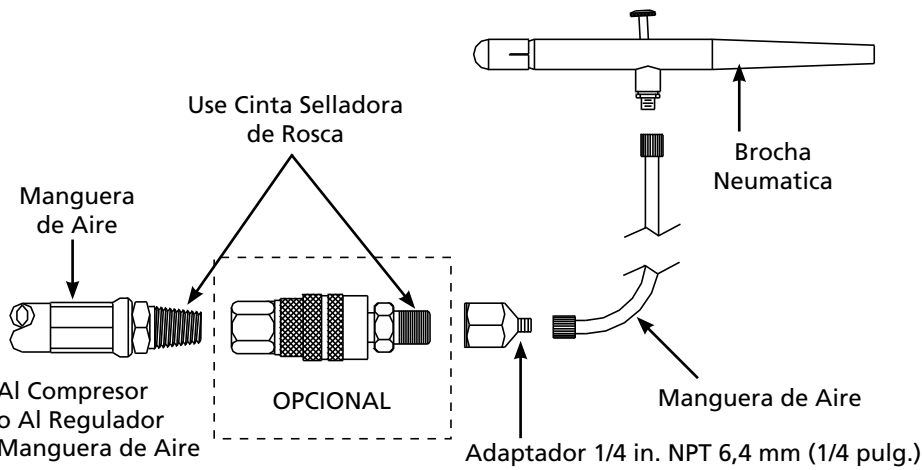

Figura 1 - Montaje de la herramienta
1. Arme la herramienta con uno de los dos métodos mostrados en la figura 1.